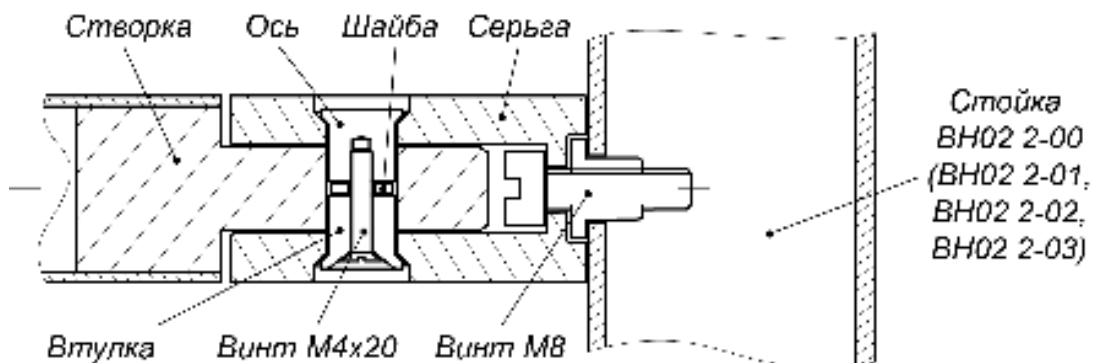

Рисунок 15. Крепление шарниров к опорной стойке поворотной секции ограждения
3. На опорной стойке **BH02 2-00(01,02,03)**, к которой будет крепиться поворотная створка, двумя винтами М8 закрепите две серьги шарниров (рис. 15).
4. Установите на установочной поверхности и закрепите болтами М10 опорную стойку. Усилие затяжки – предварительное. Соберите шарнирные узлы и установите створку на опорной стойке, как показано на рис. 15.
3. На стойках ограждения винтами М8 закрепите по две серьги шарниров створки (рис. 15).
4. Установите стойки на установочной поверхности и закрепите их болтами М10. усилие затяжки – предварительное. Соберите шарнирные узлы и установите створки на стойках, как показано на рис. 15.
4. Закрепите на опорной стойке **BH02 2-00(01,02,03)**, к которой будет крепиться поворотная створка, двумя винтами М8 две серьги шарниров, как показано на рис. 15.
5. Установите стойку на установочной поверхности и закрепите ее анкерными болтами М10. Усилие затяжки – предварительное. Соберите шарнирные узлы и установите створку на опорной стойке, как показано на рис. 15.